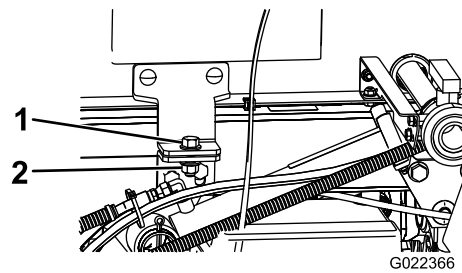

Figura 99
5. Retire los pernos de seguridad de la parte delantera del patín (Figura 99).